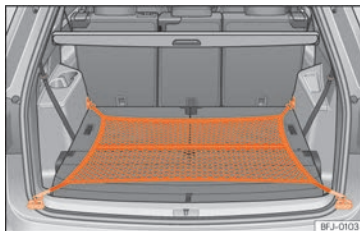

Fig. 128 Na bagageira: saco de rede fixado rente ao piso.
- Fixe os ganchos da rede nas argolas de fixação » **Fig. 128** » . O fecho de correr do saco deve ficar voltado para cima.